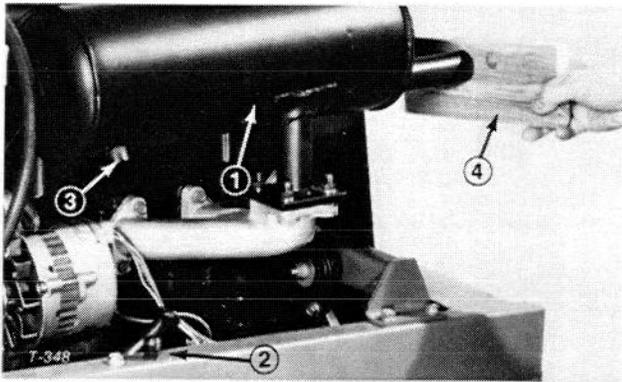

Fig. 36
2. Rimuovere il fondello del tubo dall'apertura per la pulitura interna, dal lato inferiore della marmitta (Fig. 36).
3. Avviare il motore, tappare la normale uscita della marmitta con un blocco di legno o con una piastra metallica, in modo che lo scarico venga forzato fuori dell'apertura per la pulizia (Fig. 36). Continuare a bloccare l'uscita fin quando non usciranno più depositi di carbone.